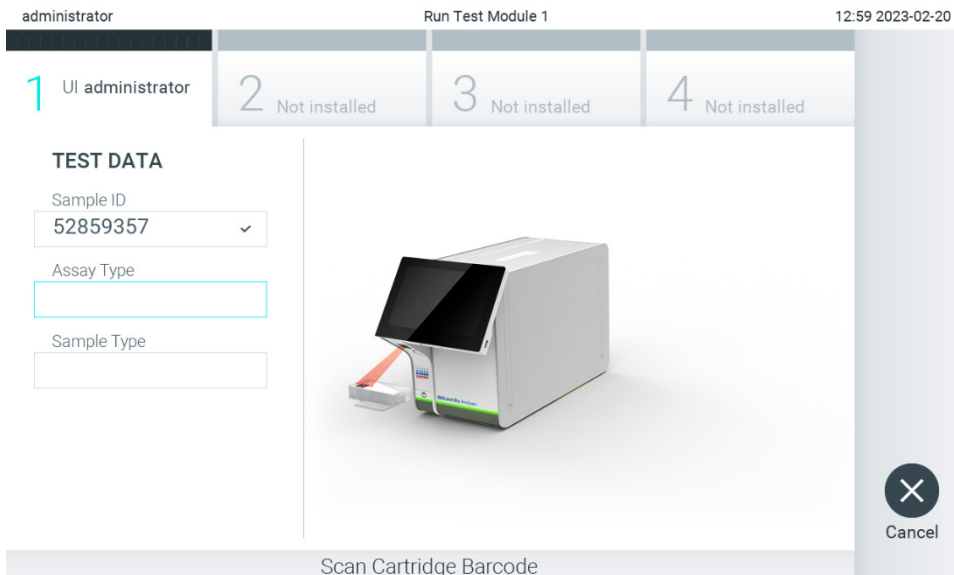

Abbildung 24. Scannen des Barcodes der QIAstat-Dx Assay-Kartusche.
3. Scannen Sie nach Aufforderung den Barcode der zu verwendenden QIAstat-Dx Assay-Kartusche. Der QIAstat-Dx Analyzer 2.0 erkennt den auszuführenden Assay automatisch anhand des Barcodes der QIAstat-Dx Assay-Kartusche (Abbildung 24).
Hinweis: Verwenden Sie den Barcode auf der Seite der Kartusche (wie in Abbildung 24 angegeben) und nicht den Barcode auf der Verpackung der Kartuschen.